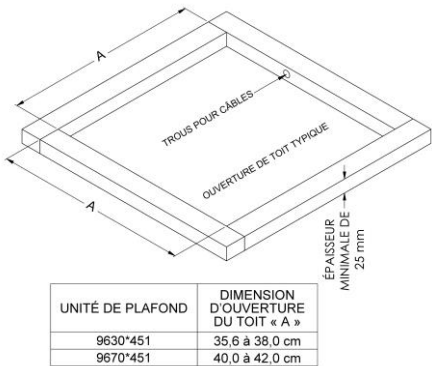

FIGURE 1
3. Examinez l'ouverture du toit. Si l'ouverture est plus petite que les dimensions indiquées dans le tableau de la figure 1, elle devra être agrandie.
B. Si aucune ouverture de ventilation de toit n'est utilisée, une nouvelle ouverture (voir la figure 1) devra être découpée dans le toit du véhicule. Une ouverture
Airxcel Inc. recommande de prévoir un espacement d'au moins 25 mm entre le toit du véhicule et le plafond intérieur. La figure 1 montre une structure de support typique. Il doit y avoir une ouverture qui traverse la structure afin de permettre le passage des câbles d'alimentation.